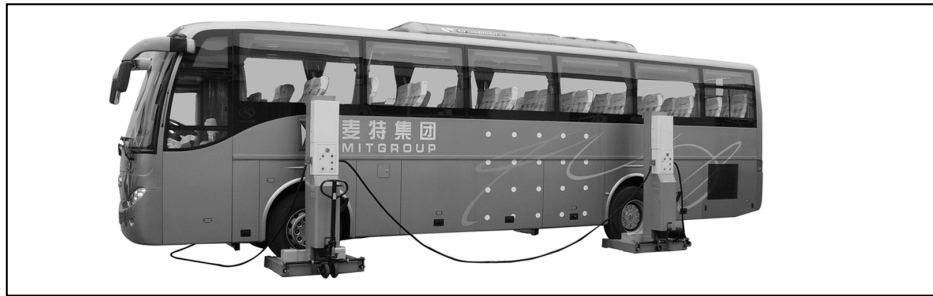

Рис.15
7.1.2. Після правильного підключення кабелів (рис. 15), поверніть ручку вибору режиму в режим «GROUP» (ГРУПА), а потім увімкніть живлення в положення «ON» (УВІМК.).